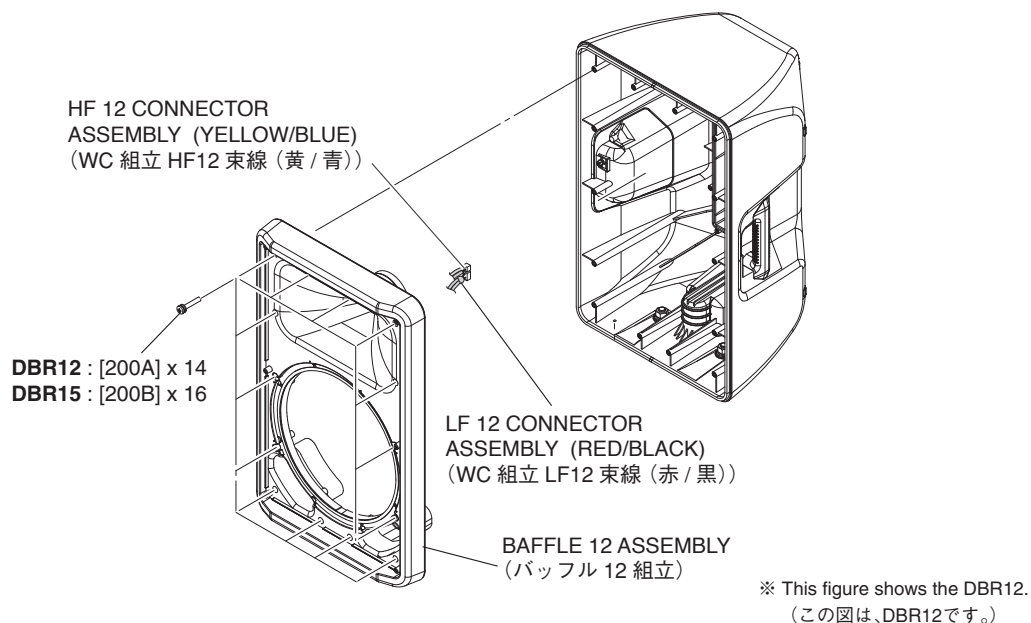
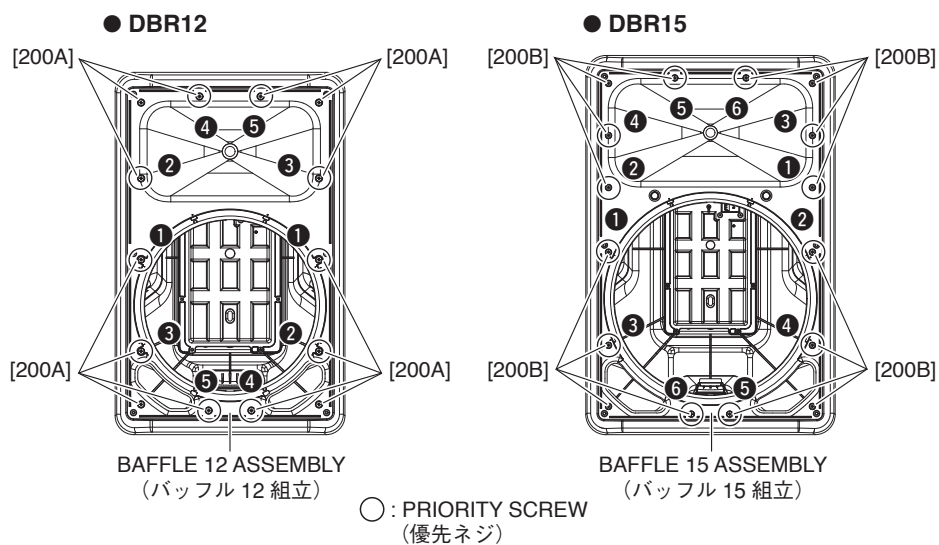

Fig. B-5 (図B-5)
Fig. B-6 (図B-6)
(Fig. B-5, Fig. B-6)
- * **When installing the baffle 12 assembly/baffle 15 assembly, first tighten the ten (10)/twelve (12) priority screws in order as shown in Fig. B-6.**
(Fig. B-5, Photo B-1)
- * **Take care not to open the baffle 12 assembly/baffle 15 assembly too wide or these connector assemblies may be damaged. (Fig. B-5, Photo B-1)**
[200A]のネジ14本を外して、バッフル12組立を外します。(図B-5、図B-6)
[200B]のネジ16本を外して、バッフル15組立を外します。(図B-5、図B-6)
- ※ バッフル12組立/バッフル15組立を取り付けるときは、優先ネジ10本/12本を図に示す順番で先に締めてください。(図B-6)
(図B-5、写真B-1)